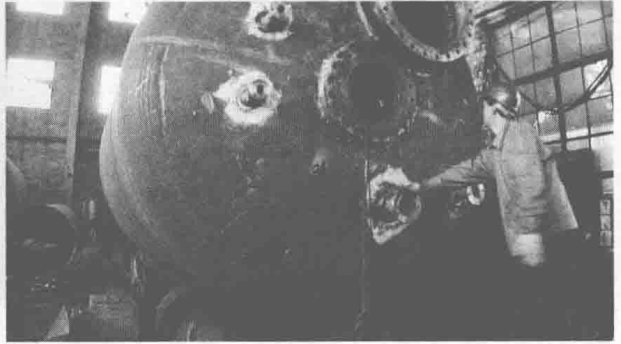

图 1-10 容器内部焊接时要有专人在容器外监护
3) 工作场地的通风和照明应良好，防止有害粉尘和有毒气体侵入焊工体，造成危害。在密闭的容器或舱室内焊接内部环缝时，除做好照明和通风（用风泵强制通风）以外，还要有专人在容器外监护，以防意外，如图 1-10 所示。